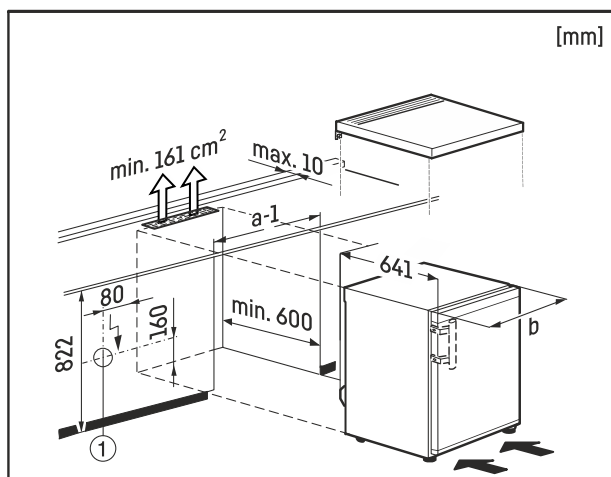

Fig. 9
Priza de alimentare Fig. 9 (1) trebuie, în acest caz, să fie instalată în afara zonei din partea posterioară a aparatului și să fie ușor accesibilă.